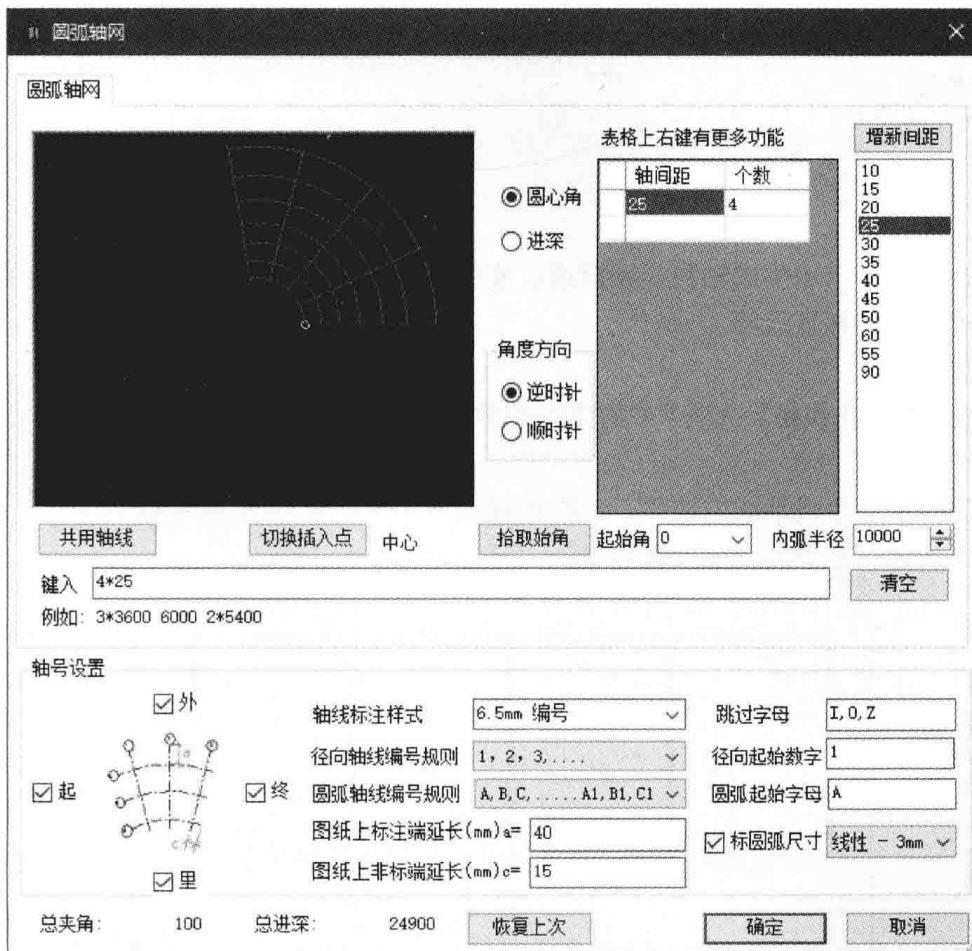

图 1.2.1-3 圆弧轴网对话框
(1) 在【橄榄山快模】选项卡中的【快速楼层轴网工具】面板中启动【弧形】轴网工具，见图 1.2.1-3。